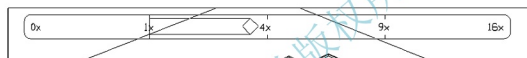

图 6.73 【视点距离】滑条
- (3) 在**输入选项 [相机 (CA)/ 目标 (TA)/ 距离 (D)/ 点 (PO)/ 平移 (PA)/ 缩放 (Z)/ 扭曲 (TW)/ 剪裁 (CL)/ 隐藏 (H)/ 关 (O)/ 放弃 (U)]**：提示下，输入“D”以选择【距离】选项，表示将改变视点和目标对象的距离，此时绘图区域上方出现一个表示视点距离的滑动条，如图 6.73 所示。